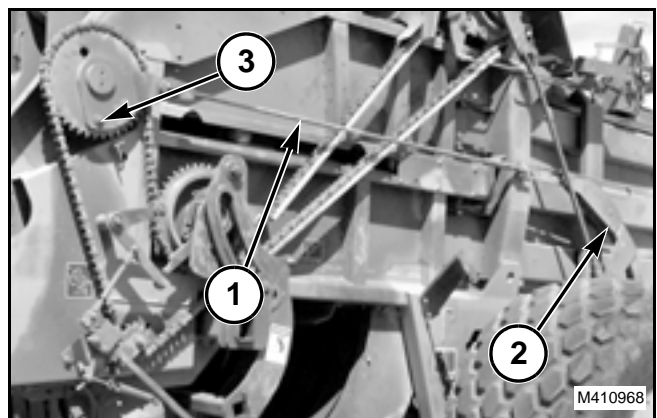

FIG. 39
FIG. 39: El varillaje de protección de agujas (1) opera con el sistema de impulsión del émbolo para asegurar que se saquen las agujas (2) de la cámara de fardos si se quiebra el perno de seguridad del dispositivo de llenado/anudador (3) durante el ciclo de amarre. La maza de impulsión del varillaje de protección de agujas está conectada al extremo izquierdo del cigüeñal del émbolo. La rueda motriz del dispositivo de llenado/anudador está conectada a la maza impulsora con un perno de seguridad. Cuando falla el perno de seguridad del dispositivo de llenado/anudador, la aguja, el anudador y el mecanismo del dispositivo de llenado dejan de funcionar. Si las agujas entran a la cámara de fardos, el varillaje de protección de agujas sacará las agujas antes que se termine la carrera de compresión del émbolo.